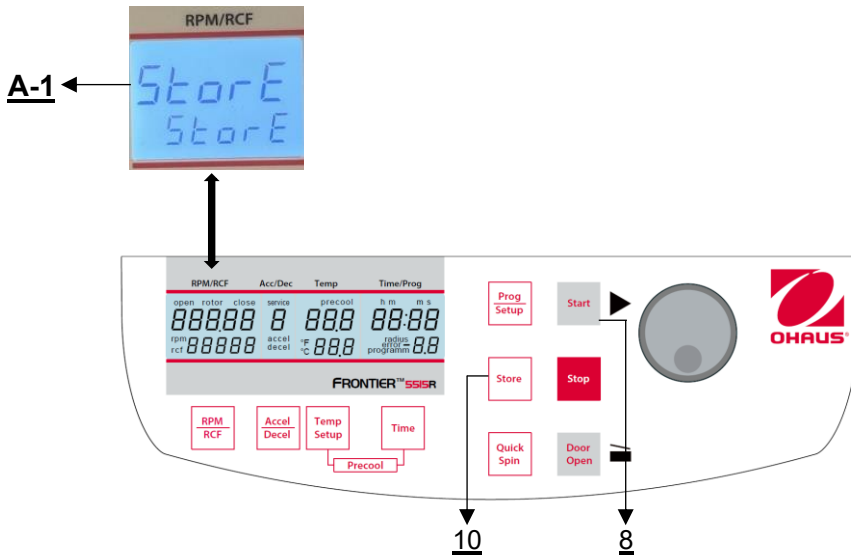

Figure 30
Tous les réglages modifiés doivent être confirmés par la touche **"Start"**(8) ou **"Store"**(10). Le mot **"Store"** apparaît sur l'écran **"RPM | RCF"** (A-1) - Ce n'est qu'ensuite que les présélections sont valables (**voir figure 30**). Après avoir mémorisé les réglages, vous pouvez repasser en mode programme normal en éteignant la centrifugeuse pendant un court instant.